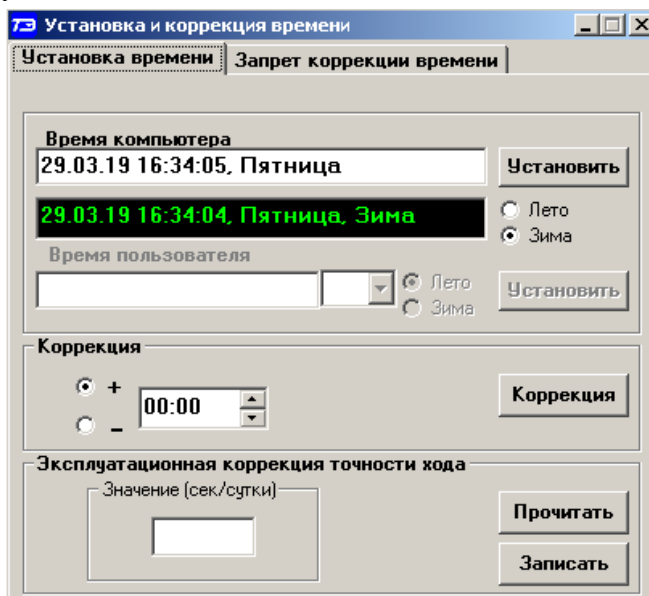

Рисунок 9 – Форма «Установка и коррекция времени»
9.3 Прямая установка времени счетчика производится по нажатию кнопки «Установить» (рисунок 9). При этом время компьютера переписывается в счетчик, а факт записи времени фиксируется в журнале коррекции времени и даты счетчика. Флаги «Лето», «Зима» относятся к конфигуратору и устанавливаются оператором вручную в зависимости от сезона перед установкой времени счетчика.